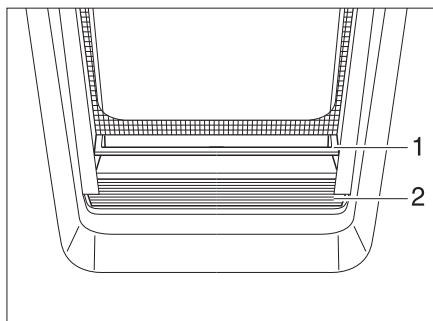

Fig. 26 Tendina oscurante pieghevole
- Chiusura:** ■ Afferrare la tendina oscurante pieghevole (Fig. 26,2) al centro della maniglia (Fig. 26,1), tirarla dal basso verso l'alto e rilasciarla all'altezza desiderata. La tendina oscurante pieghevole rimane a questa altezza.